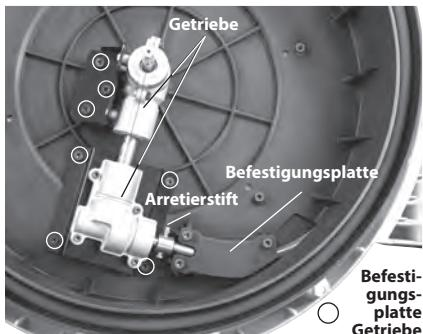

Abbildung 14 – Geöffnetes Gehäuse der Abflussreinigungsmaschine
2. Nehmen Sie die Befestigungen des Gehäuses ab (mit einem 4-mm-Inbusschlüssel) und öffnen Sie das Gehäuse (*Abbildung 14*).
- Nehmen Sie die Befestigungen und Befestigungsplatten ab (Abbildung 14).